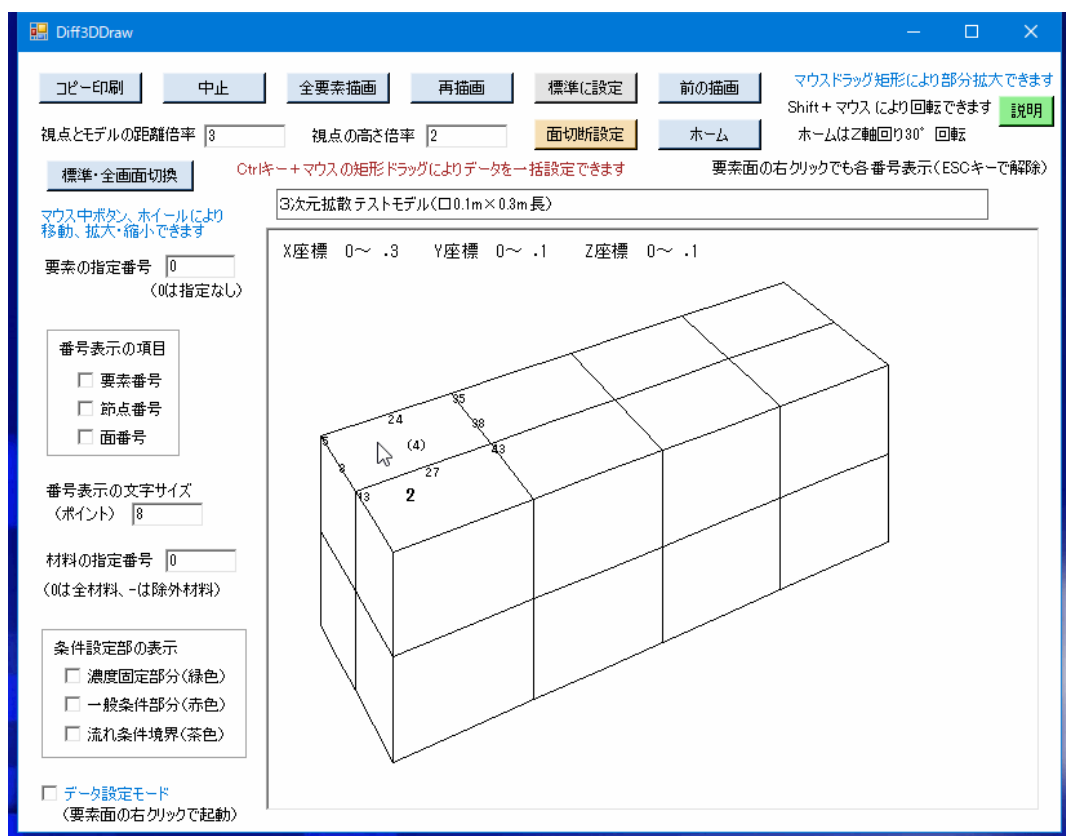

図4-33 構造作画における要素面の右クリック画面例
15) 任意の要素面を右クリックすると、図4-33のように当該要素面の要素番号・節点番号・面番号が表示されます。